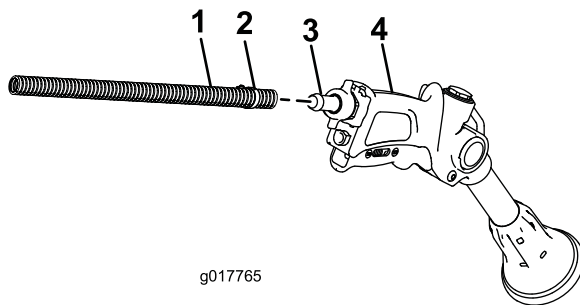

Figura 14
2. Collegate l'estremità libera del flessibile lungo al raccordo sulla pistola a spruzzo (Figura 14).